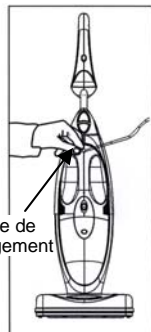

Fig. 3
2. Branchez le chargeur à la prise de chargement. Le témoin de chargement s'illumine en rouge pour indiquer que l'aspirateur est bien branché au chargeur et qu'il est en mode de chargement. (Fig. 3)